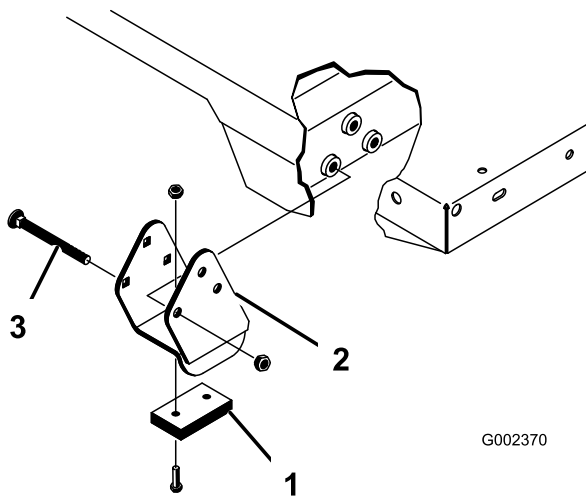

Figura 24
Asegúrese de instalar los espaciadores y las pletinas de desgaste (Figura 24) con las cabezas de los pernos de cuello cuadrado dentro de la máquina.
2. Coloque la plataforma con cuidado sobre el bastidor de la máquina, alineando los taladros de las placas de giro traseras con los taladros del perfil trasero del bastidor, e instale los 2 pasadores y las chavetas (Figura 24).
4. Inserte el pasador desde la parte exterior de la plataforma, con la chaveta hacia fuera (Figura 24).